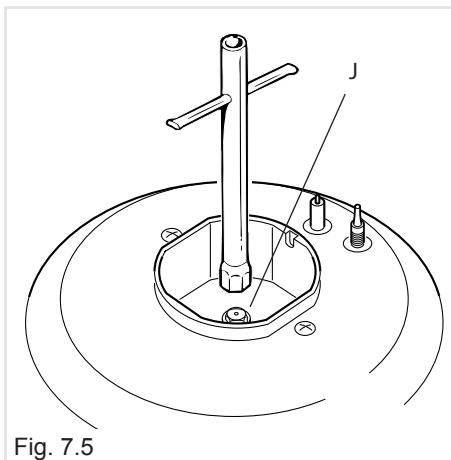

Fig. 7.5
- Con una chiave fissa sostituire gli ugelli "J" (fig. 7.5) con quelli idonei per il gas da utilizzare.